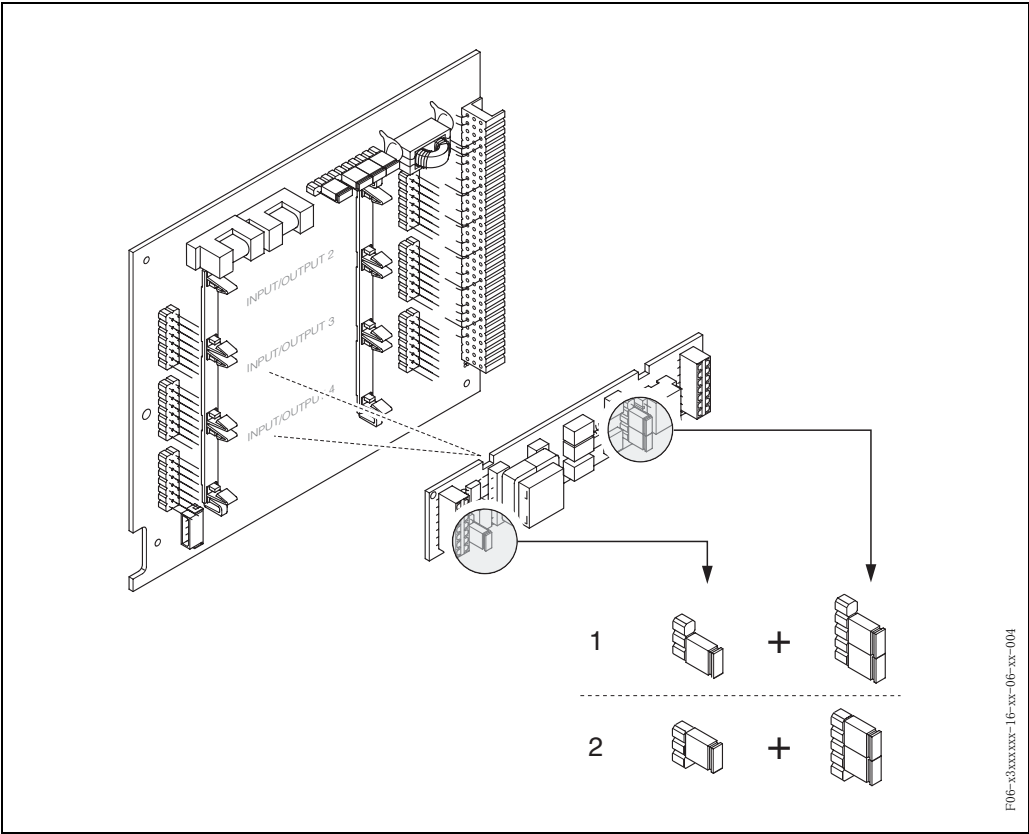

図 57：ジャンパによる電流入力の設定（入出力基板）
- 3. 図 57 に従ってジャンパを設定します。
- 装置を破壊する危険性があります。図 57 に示されているとおりにジャンパを設定してください。ジャンパを間違えて設定すると、装置あるいはそれに接続されている外部の装置のいずれかを破壊する過電流が発生する可能性があります。